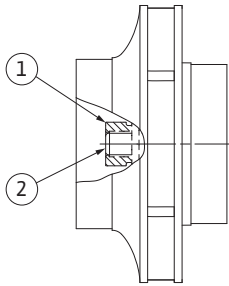

Fig. 52: Korrekte Lage der Laufmutter nach der Montage
29. Welle festhalten (siehe Handlungsschritt 24) und die Laufmutter mit dem vorgeschriebenen Anzugsmoment festziehen (siehe Auflistung „Tabelle 11: Schraubenanzugsmomente“ auf Seite 53). Die Mutter (Fig. 52, Pos. 1) muss ungefähr $\pm 0,5$ mm mit dem Wellenende (Fig. 52, Pos. 2) bündig sein. Sollte dies nicht der Fall sein, die Mutter lösen und Handlungsschritte 25 bis 29 wiederholen.